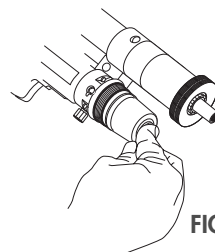

FIG. 13
- 3) premere leggermente sul serbatoio in gomma. Dopo l'uscita di qualche goccia d'olio (fig. 13), richiudere il tappo di sfogo (L) con la chiave a brugola in dotazione;
- 4) riposizionare il tappo serbatoio (I). In caso di necessità, ripetere l'operazione.